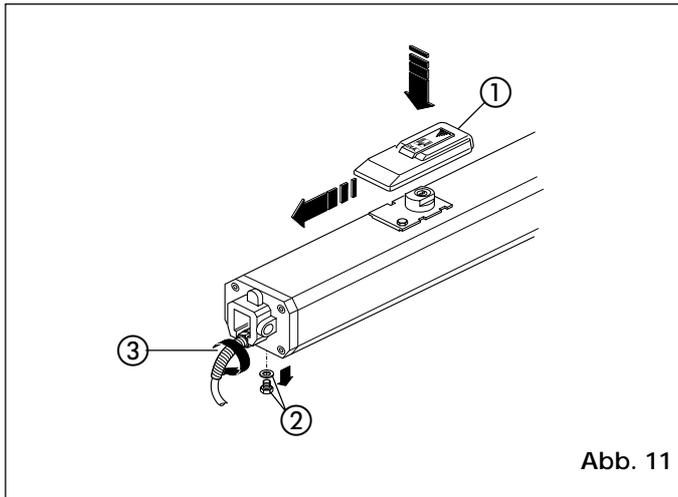

Abb. 11
- (1) Sämtliche Fixierbolzen der Anschlüsse einfetten
- (2) Ist eine Verschweißung unmöglich, können die Fixierplatten von vorderem und hinterem Anschluß angeschraubt werden.
- 12) Schutzgehäuse vorbereiten und gemäß Abb. 9 am Antrieb anbringen. Knickschutz auf Stromkabel ziehen (Pos. 3, Abb. 11).
- Schutzblende auf Notentriegelung anbringen (Pos.1, Abb. 11).
- Entlüftungsschraube abnehmen (Pos. 2, Abb. 11).